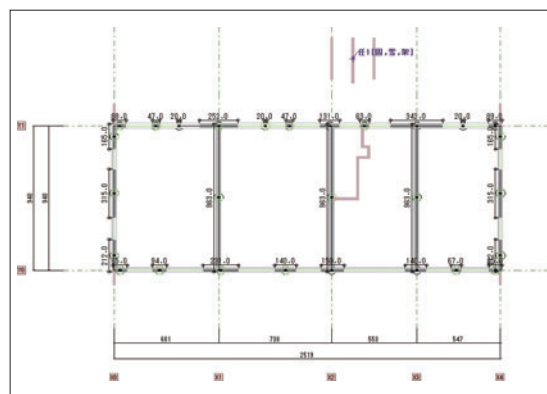

図4 モデル化伏図表示例
- ・開口と開口で挟まれた壁の部分は壁柱に置換し、壁ばりも指定された構造階高で線材に置換します。線材への置換はモデル化条件の指定により自動的に行います(図4,5)。